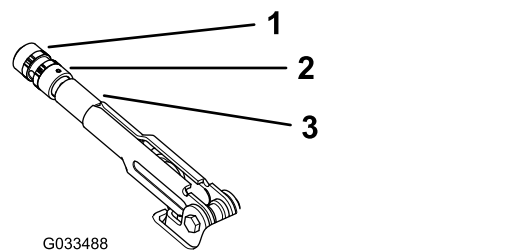

图 59
2. 松开将旋钮固定到手刹操纵杆上的固定螺丝图 59。
3. 旋转旋钮图 59直至达到拉动手刹操纵杆需要的 2022kg 的力。
4. 调整完成后拧紧固定螺丝图 59。